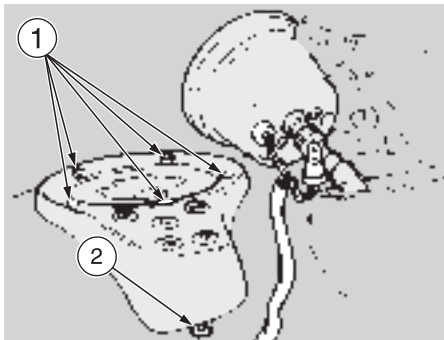

Fig. 53
- ◆ Destornille y extraiga los cinco tornillos (1-Fig. 53) situados alrededor del tapón del carburador y del tornillo frontal (2-Fig. 53).
- ◆ Extraiga el cuentakilómetros y sustituya la o las bombillas estropeadas (Fig. 53).